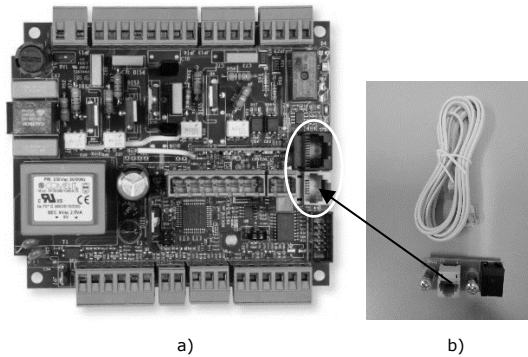

Figura 3 – Instalação kit Wi-Fi
- **Placa MB100 (salamandras):** ligue o interface à placa electrónica na entrada RS232 com o cabo fornecido no kit (Figura 3).